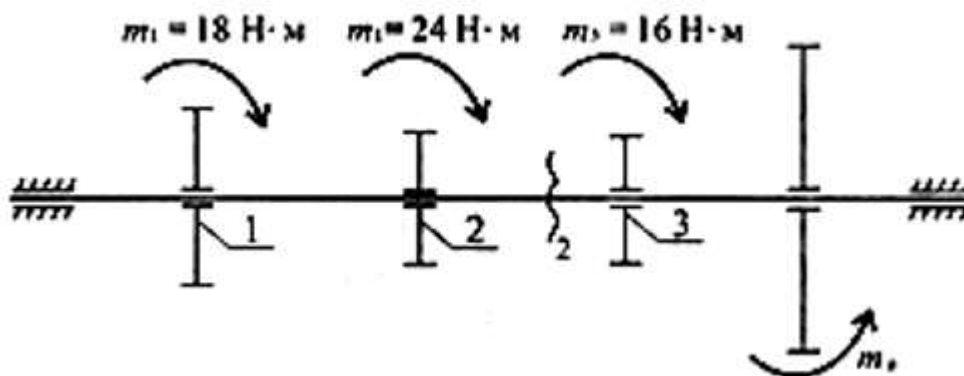

Рисунок 2 – Схема вала
1. Определите крутящий момент в сечении 2-2 (рисунок 2).
2. В каком порядке рациональнее расположить шкивы, чтобы получить минимальную нагрузку на вал? Использовать схему рисунок 2.